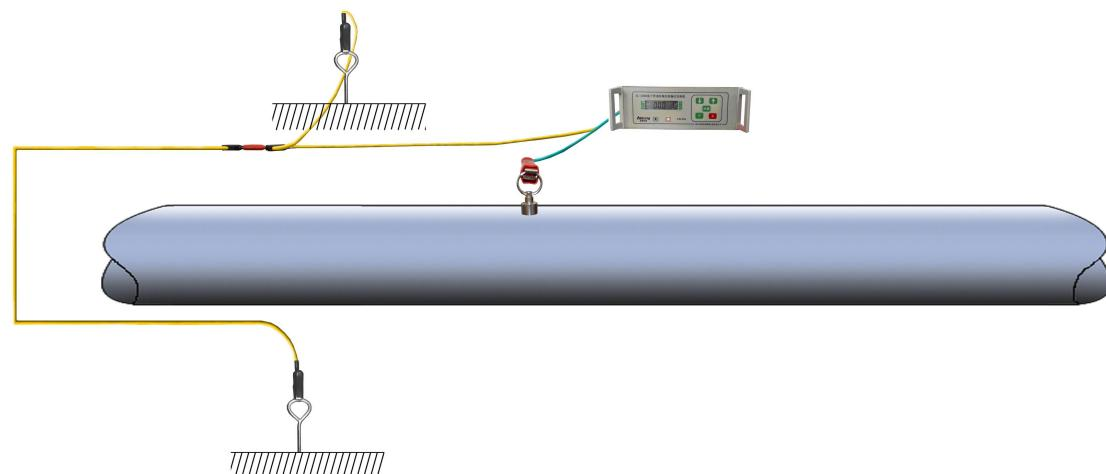

图5 双边接地示意图
(2) 双边接地：即发射机接地线引出两根，分别接入到管线两边的大地中，此种方法磁场分布对称，探管、测探都很准确，但要检查两边的接地效果是否一致，方法是按测量键，观察一边的接地电阻时，将另一边接地线断开。观察另一端接地电阻时也是一样，两边接地电阻相等，效果才一样。接地电阻不等时，通过打深或拔浅接地棒，也可通过浇水的办法，使两边接地效果相等。（见图 5）